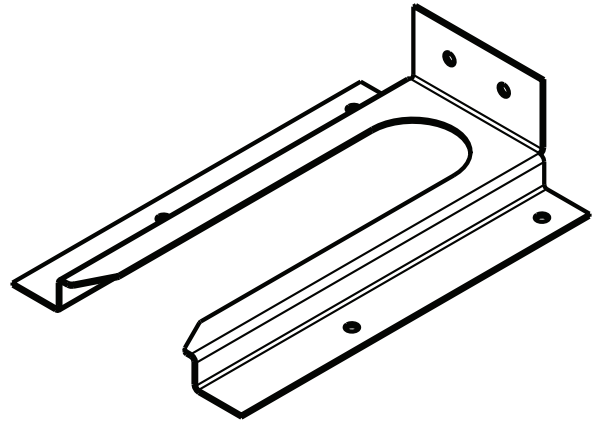
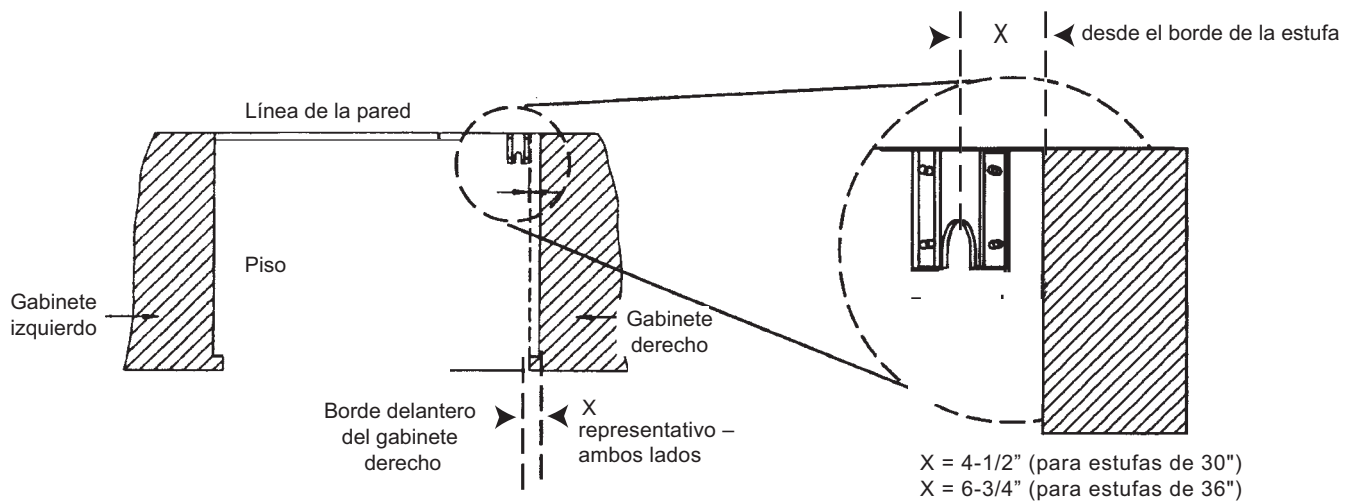

Figura 6: Instalar el dispositivo antivolcadura
Figura 7: Colocación del dispositivo antivolcadura (vista superior)
Para todas las estufas de 30" Y 36" doble combustible (Figura 7 y Figura 6)
1. Coloque el soporte sobre el piso en la posición indicada en la Figura 7 (Se puede usar el soporte en cualquier esquina del área de instalación).